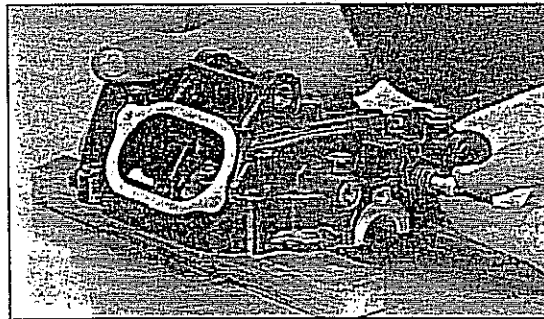

Bild 105
- Kipphebelwellen mit eingedrehten M 6-Schrauben ausziehen. Siehe Bild 105. Um die Welle des linken Auslasskipphebels auszuziehen, Schraubendeckel vorn links ausdrehen.